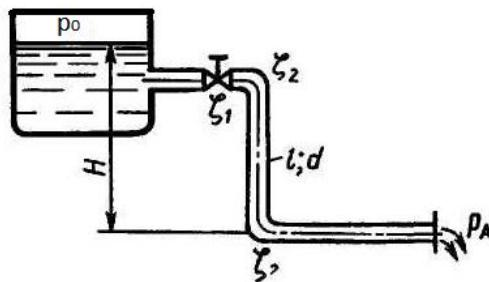

Рис. 8.1
8.1. Определить, с каким расходом вода будет вытекать через трубу из бака (рис. 8.1), если диаметр трубы $d = 20$ мм; длина $l = 10$ м; высота $H = 6$ м, $p_0 = 102$ кПа; коэффициент сопротивления крана $\xi_{\text{кр}} = 2$; колена $\xi_{\text{кол}} = 0,82$; шероховатость трубы — 0,04 мм. Кинематический коэффициент вязкости воды $\nu = 0,008$ Ст.
8.2. Определить, каким должен быть уровень воды в баке H (рис. 8.1), чтобы вода вытекала с расходом $Q = 200$ л/ч, если $p_0 = 105$ кПа, диаметр трубы $d = 40$ мм; длина $l = 12$ м; коэффициент сопротивления крана $\xi_{\text{кр}} = 2$; колена $\xi_{\text{кол}} = 0,82$; шероховатость трубы — 0,02 мм. Кинематический коэффициент вязкости воды $\nu = 1$ сСт.
8.3. Определить, каким должно быть давление p_0 над свободной поверхностью воды в баке (рис. 8.1), чтобы вода вытекала с расходом $Q = 100$ л/ч, если уровень воды в баке $H = 2$ м, диаметр трубы $d = 32$ мм; длина $l = 12$ м;